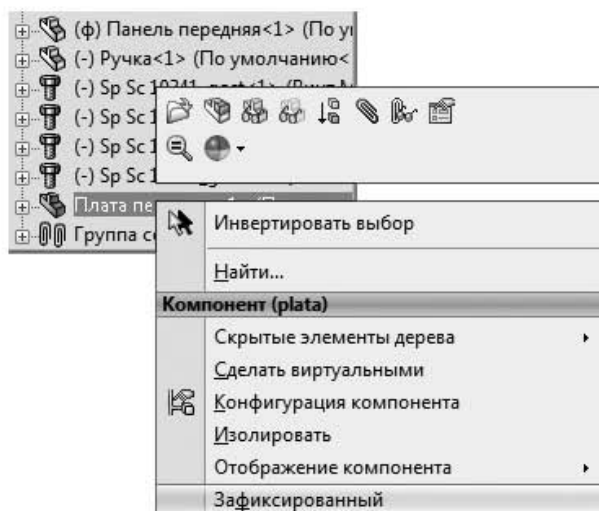

Рис. 6.72. Фиксирование печатной платы
8. Зафиксируйте положение печатной платы, для чего выделите компонент в дереве конструирования, щелкните правой кнопкой мыши и из появившегося контекстного меню выберите команду **Зафиксированный** (рис. 6.72). Обозначение (Ф) слева от названия компонента в дереве модели означает, что он зафиксирован.